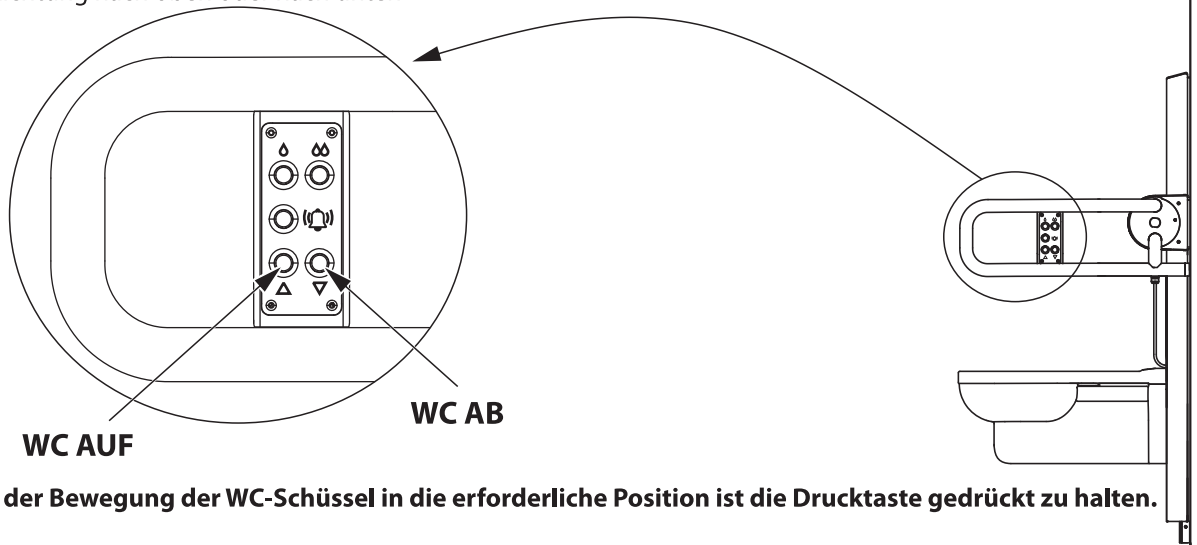

Abb. Nr. 2
- Bei der Benutzung der Einrichtung bringen Sie die Beine in den Raum vor die WC-Schüssel nach der Abb. Nr. 2 an.